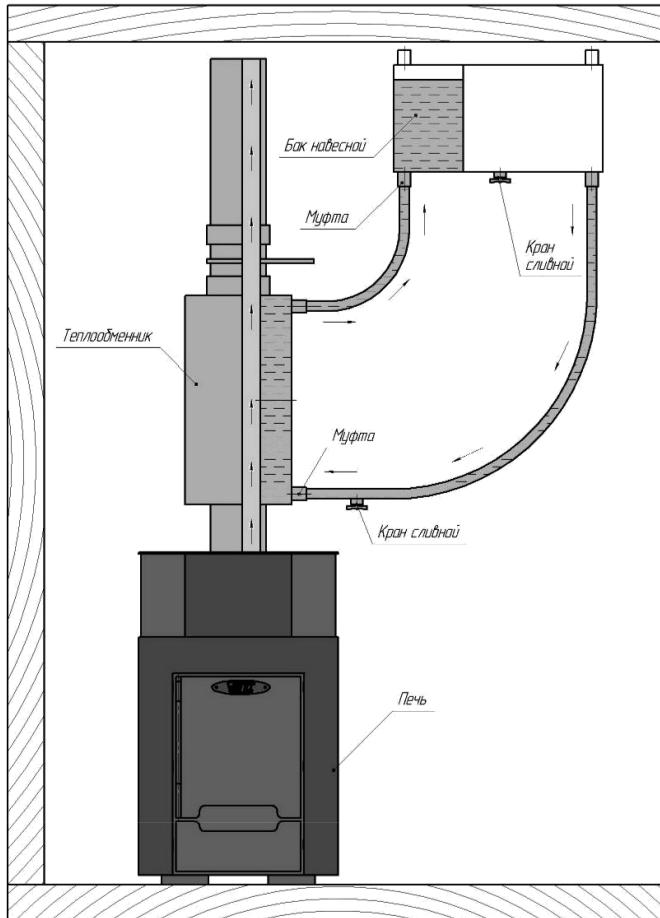

Рисунок 3: Вид спереди: подключение бака для горячей воды к банной печи серии «Фея» и «Синара»
- на печь устанавливается теплообменник, который подсоединяется к выносному баку – это отдельно висящий бак, который может быть размещен, в любом удобном месте или помещении (рисунок 3).